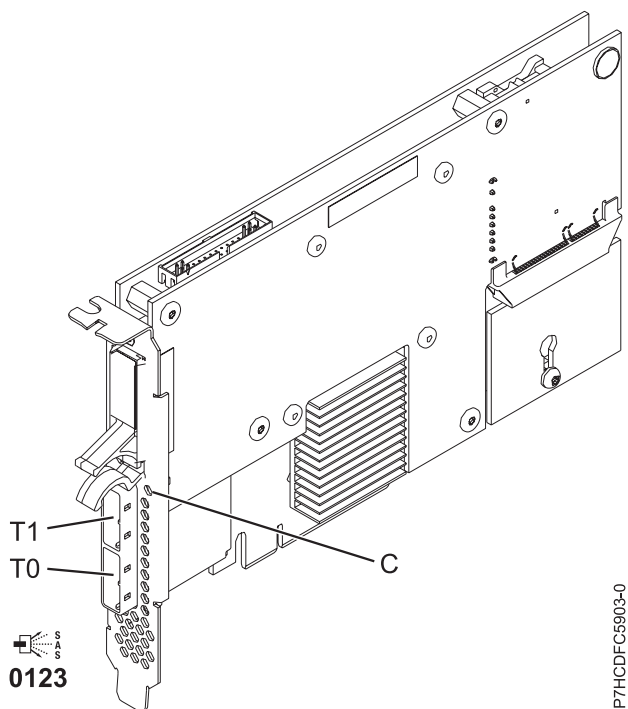

Figure 15. Carte SAS RAID PCIe double accès - x4 3 gigabits
L'adaptateur 5903 ou 5805 possède un voyant ((C) dans la figure 15) qui clignote si des données sont présentes en cache. Le voyant de présence de données en cache clignote lorsqu'il y a de possibles données présentes dans le cache de l'adaptateur. Si le voyant indiquant la présence de données en cache clignote, ne remplacez pas le bloc de batteries de cache. S'il est remplacé pendant que le voyant clignote, les données en cache seront perdues. Voir la figure 15 pour localiser le voyant de présence de données en cache sur cet adaptateur.